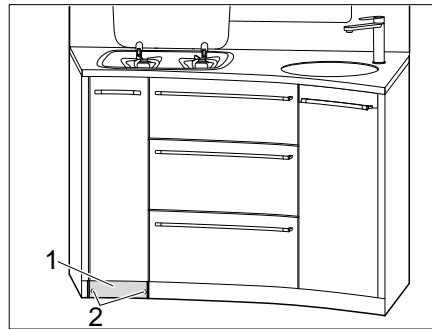

Bild 125 Sockel abschrauben
- 2 Schrauben (Bild 125,2) am Sockel (Bild 125,1) abschrauben.
- Sockel (Bild 125,1) abnehmen.